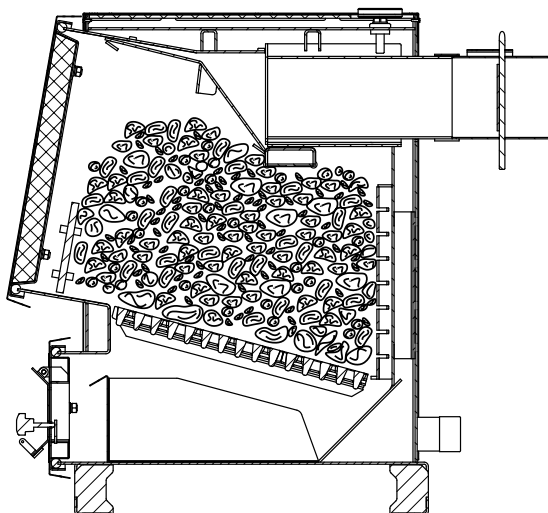

Рис.6. Схема загрузки котла Master X.
8.4.5. Добавьте очередную порцию топлива, когда разгорится первый слой основного топлива, равномерно распределить его по всему объему в соответствии рис.6.